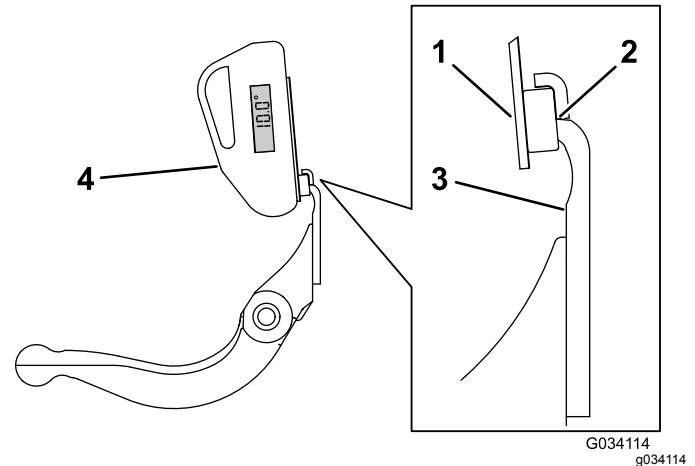

Figura 25
3. Coloque el soporte del indicador de ángulo sobre el filo de la contracuchilla de manera que el borde del imán esté enrasado con el filo de la contracuchilla (Figura 25).
4. Coloque el indicador de ángulo en el soporte, según se muestra en Figura 25.